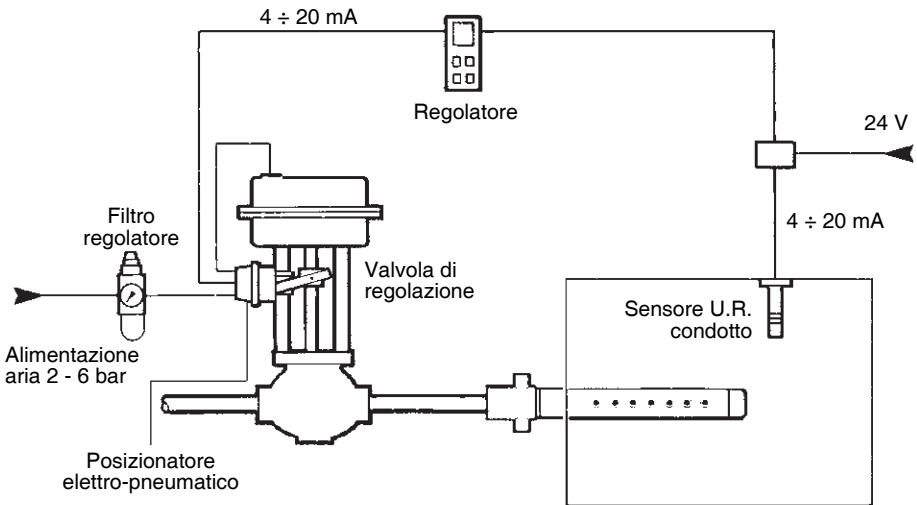

Fig. 16 - Sistema tipico di regolazione con valvola pneumatica e posizionario
- 3.10.4 La fig. 16 mostra un sistema di controllo tipico che prevede un regolatore elettronico di umidità ed un posizionario elettro-pneumatico per l'attuazione della valvola di controllo.